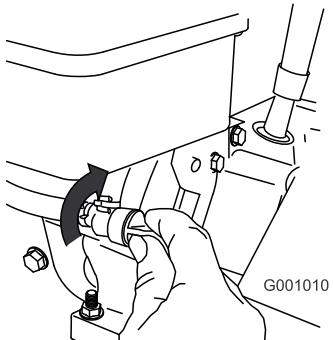

Figura 31
3. Girate la valvola d'intercettazione del carburante per chiuderla (Figura 31).